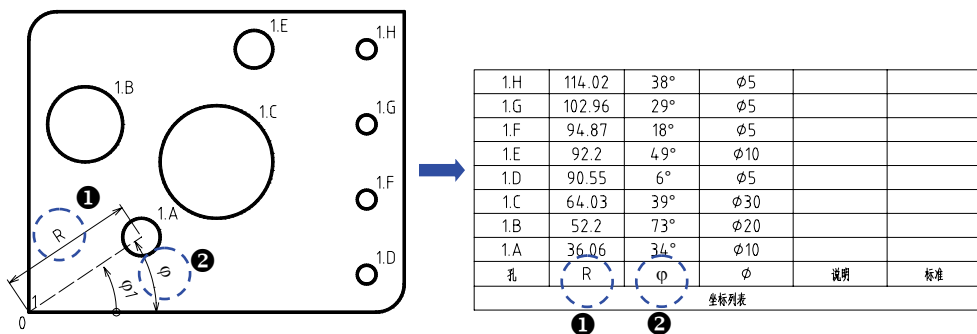

图 8-77 环形阵列的绘制
- 环形阵列的绘制方法和普通绘制方式的一样, 如图 8-77 所示。